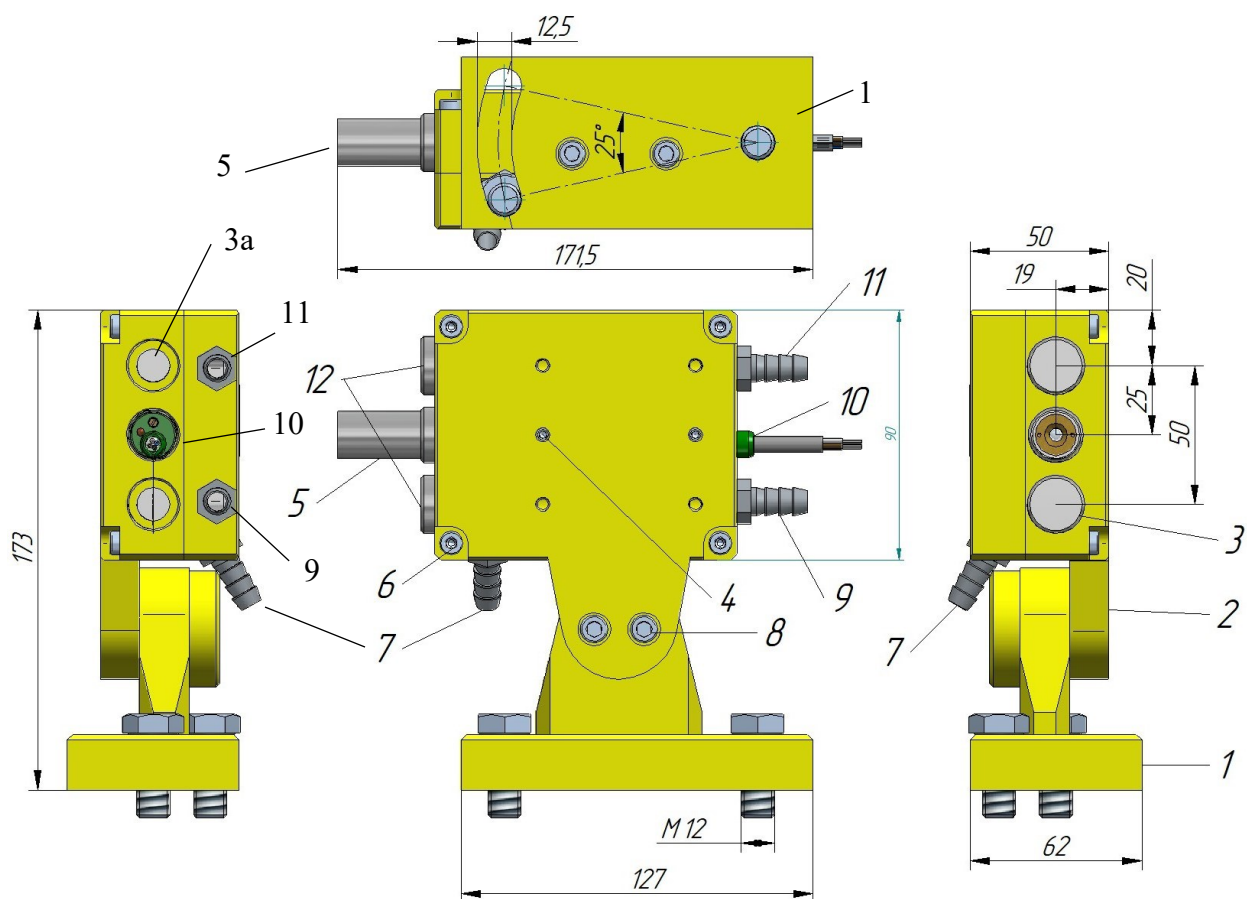

Рисунок 1 - Внешний вид термокожуха ПВ-ТК3-М18
2.3 На рис.1 болты М12 (в комплект поставки не входят) показаны условно, как пример способа установки кронштейна.